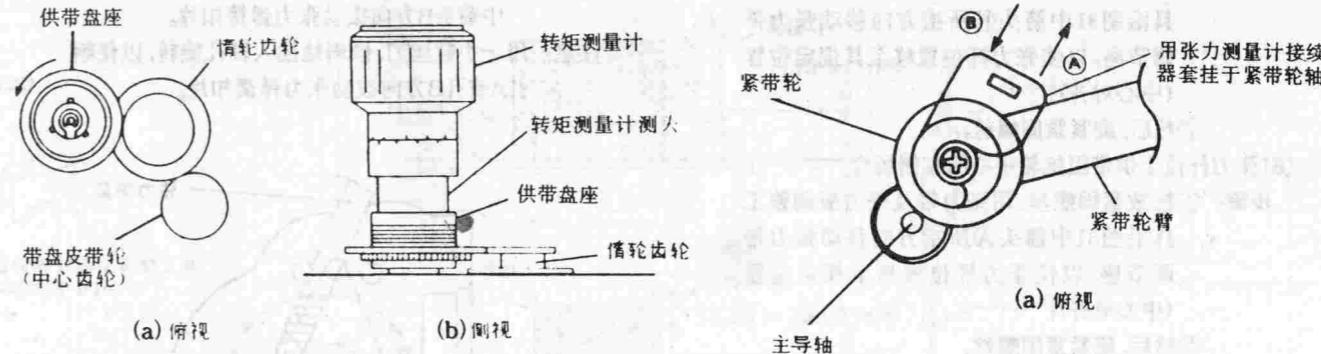

图29
- 步骤: ①拆去磁带盒室控制机构;
②置录像机于快进状态, 如图29所示;
③置转矩测量计于供带盘座上, 逆时针方向缓慢旋转, 检查所测转矩值是否于 $15 \pm 5 \text{ g}\cdot\text{cm}$ 的规定范围内。